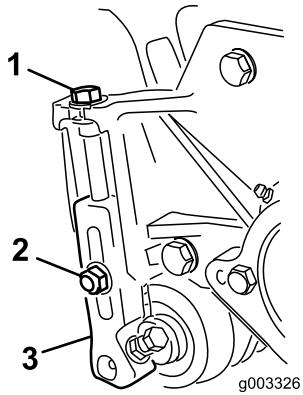

Figura 15
- Allentate i dadi di bloccaggio che fissano le staffe di regolazione dell'altezza di taglio sulle piastre laterali dell'apparato di taglio (Figura 15).